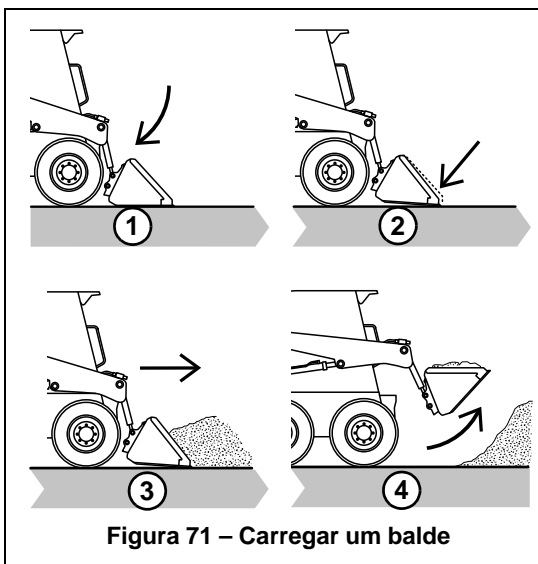

Figura 71 – Carregar um balde
1. (Figura 71) Desça o balde até ao solo.